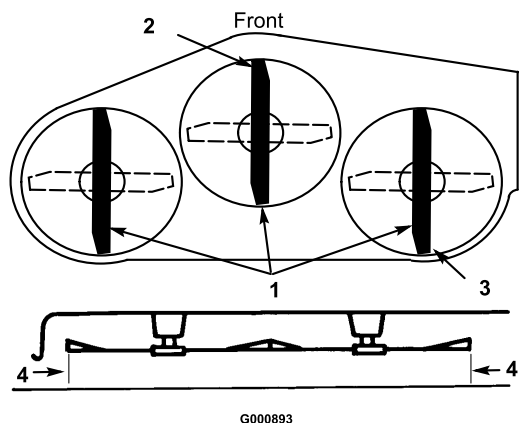

Figure 45
- Réglez la hauteur de coupe à 76 mm (3 pouces) et tournez les lames avec précaution dans le sens longitudinal (Figure 45).
- Mesurez la distance entre la pointe de la lame avant (Figure 45) et la pointe de la lame arrière par rapport à la surface plane. Si la pointe avant de la lame n'est pas de 1,6 à 7,9 mm (1/16 à 5/16 pouce) plus basse que la pointe arrière, réglez les tourillons avant.
- Lorsque les deux tourillons sont réglés de la même manière, fixez les chapes en place à l'aide des goupilles fendues. Vérifiez de nouveau l'inclinaison avant/arrière. Poursuivez le réglage des chapes jusqu'à ce que la pointe avant de lame soit de 1,6 à 7,9 mm (1/16 à 5/16 pouce) plus basse que la pointe arrière (Figure 45).